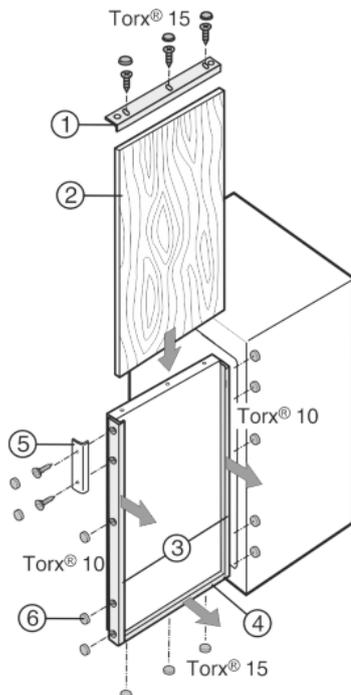

Fig. 39
- ▶ Dekorrahmen Fig. 39 (1) oben abschrauben.
- ▶ An allen anderen Dekorrahmen Fig. 39 (3, 4) die Schrauben nur lösen und die Dekorrahmen nach vorn schieben.
- ▶ Dekorplatte Fig. 39 (2) einschieben.
- ▶ Dekorrahmen Fig. 39 (3, 4) zurückschieben und festschrauben.
- ▶ Dekorrahmen Fig. 39 (1) oben wieder festschrauben.
- ▶ Griff Fig. 39 (5) anschrauben.
- ▶ Auf alle Schraubenköpfe die Abdeckkappen Fig. 39 (6) aufrasten.